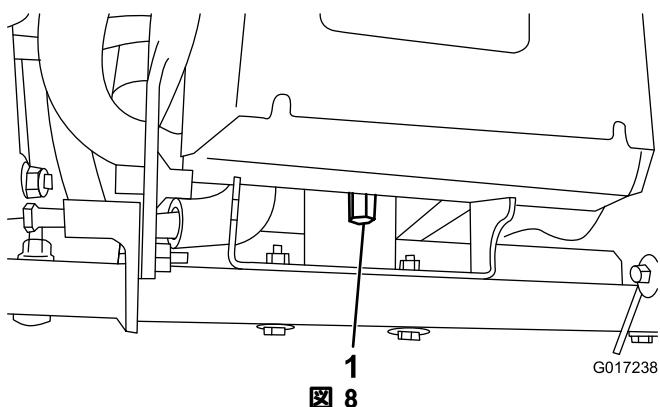

図 8
4. バッテリーのベースの後部をマシンのフレームに固定している背の高いナットを外す (図 8)。